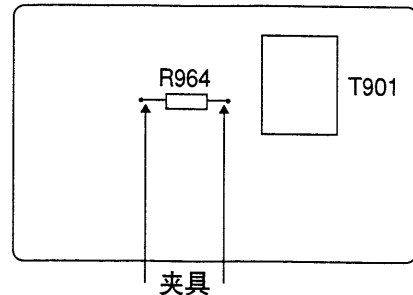

图1
5. 把设定开关关掉，然后把图3所示的夹具接在图1所示的R964的两端。